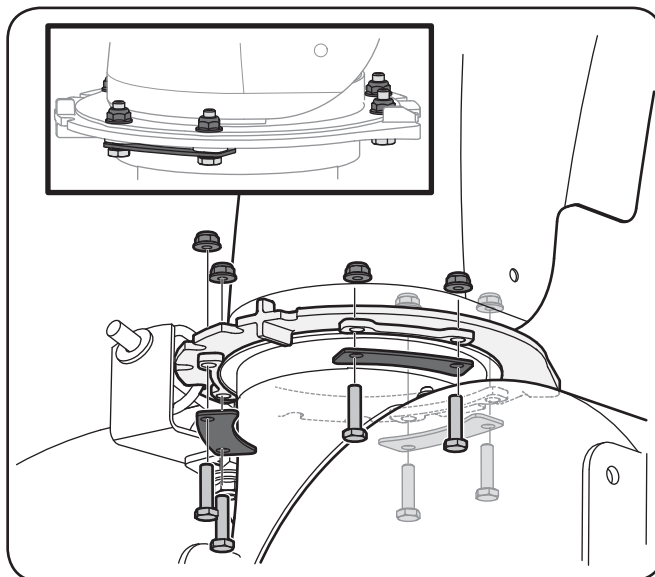

Figure 3-17
4. À l'aide de deux clés de $\frac{9}{16}$ ", fixez la goulotte sur la bague avec trois brides de soutien, six vis hexagonales et six écrous à bride. Voir Figure 3-17.